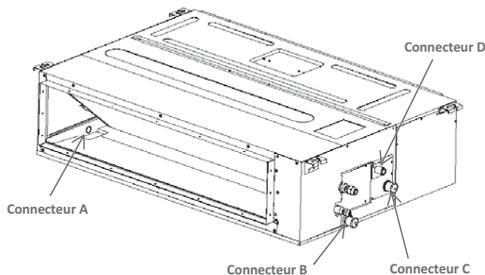

Figure 17 – Branchement du flexible d'évacuation au raccord D
- a. Branchez le flexible d'évacuation au raccord D (voir la figure 17).